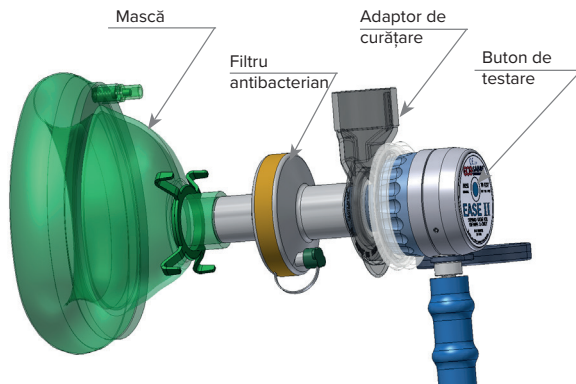
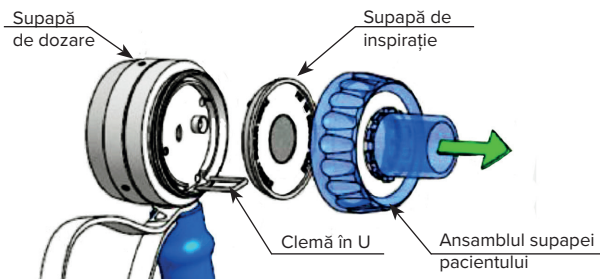

Fig. 1: Montarea adaptorului de curățare, a filtrului și a măștii
Fig. 2: Componentele supapei de dozare
- Dacă în sistem este inclus un adaptor de curățare, conectați-l la supapa de dozare prin împingerea acestuia pe supapa pacientului (vezi Fig. 1).
Selecția unei măști sau a piesei bucale adecvate și un filtru pentru pacient și fixați-le pe supapa de dozare prin apăsare pe mufa conică cu diametrul de 22 mm de pe supapa pacientului (vezi Fig. 1).
Sistemele cu buton de testare trebuie verificate prin apăsarea ușoară a butonului de testare (vezi fig. 1, fig. 2). Ar trebui să se audă gazul care curge prin mască sau prin piesa bucală. La eliberarea butonului de testare, fluxul trebuie să se oprească.
3. Scoateți și îndepărtați clema în U cu o șurubelniță mică. Vezi fig. 2 mai sus.